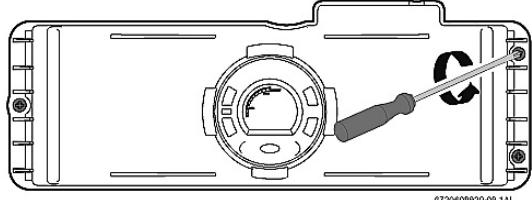

Fig. 76
- ▶ Schroef de drie vijzen van de frontplaat van de schakelkast los (fig. 76).
- ▶ Desserrer les trois vis situées sur la partie avant du boîtier électronique (fig. 76).